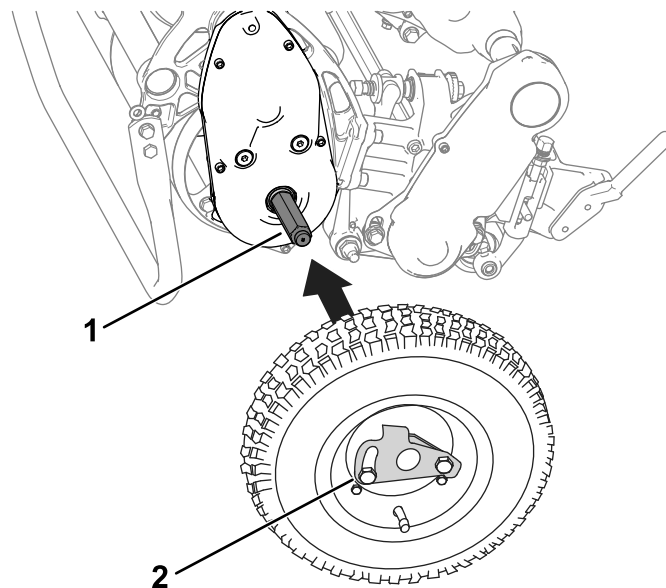

Bild 25
3. Drehen Sie den Radbefestigungsclip (**Bild 25**) von der Mitte des Rads weg, damit er weiter auf die Achse gleiten kann.
2. Ziehen Sie das Rad auf die Achse auf (**Bild 25**).